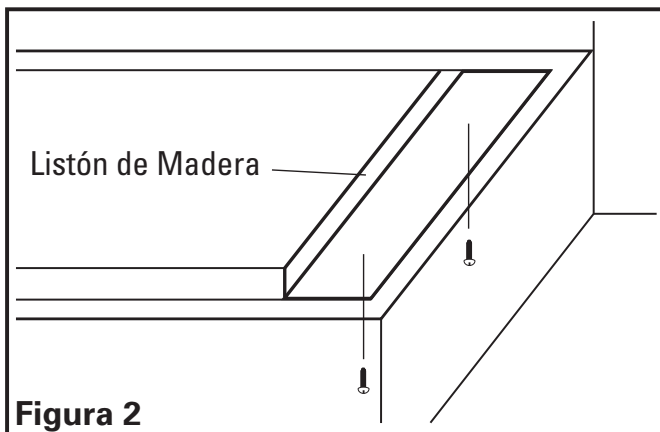

Figura 2
- Si la campana va a ser instalada debajo de gabinetes que tienen la parte inferior empotrada, será necesario instalar listones de montaje de madera (no incluidas) para que la campana pueda ser adecuadamente instalada (**Figura 2**).